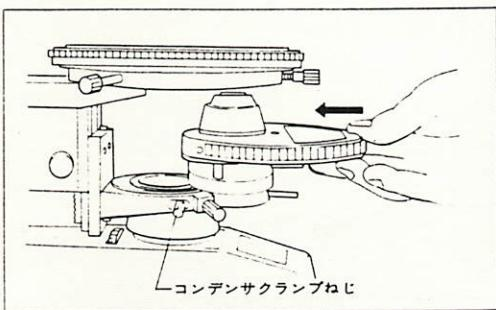

図 7
- 2) ターレットコンデンサを図7のように、水平にコンデンサキャリアに押し込み、コンデンサキャリアの溝にターレットコンデンサのピンをはめ込ませてから、クランプねじでしっかりと固定します。